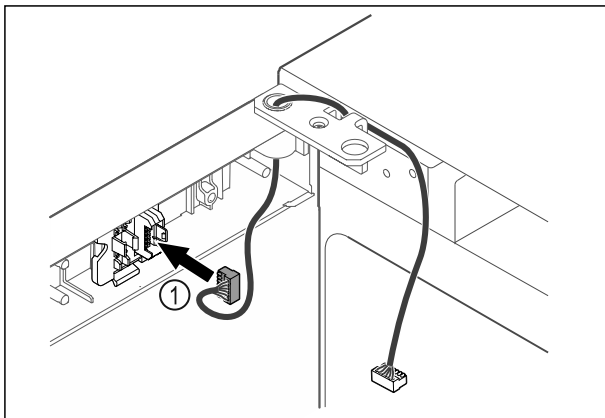

Fig. 59
- ▶ Τοποθετήστε το φιν *Fig. 59 (1)* στο στήριγμα του φιν.